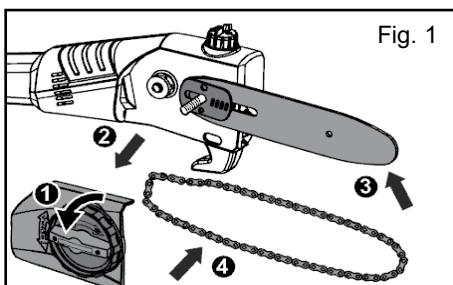

Fig. 1
- Desserrez le bouton de verrouillage (Fig. 1 ①) en tournant dans le sens antihoraire.
- Retirez le couvercle de chaîne (Fig. 1 ②).
- Positionnez la barre avec le trou longitudinal sur le boulon fileté (Fig. 1 ③).
- Placez la chaîne autour de la barre et du pignon d'entraînement (Fig. 1).